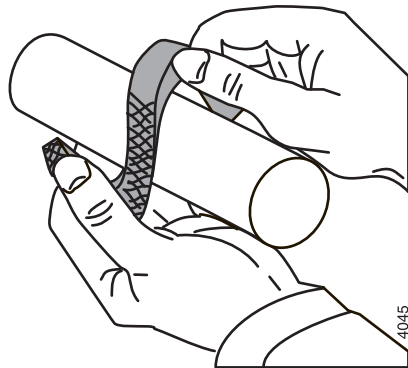

Abbildung 17: Aufbiegen Packungringe.
- 1 Die 5 Dichtungsringe werden angebracht. Die Dichtungen werden abwechselnd um die Öffnungen gelegt. Die Dichtungsringe dürfen nur axial aufgebogen werden, siehe Abbildung 17.